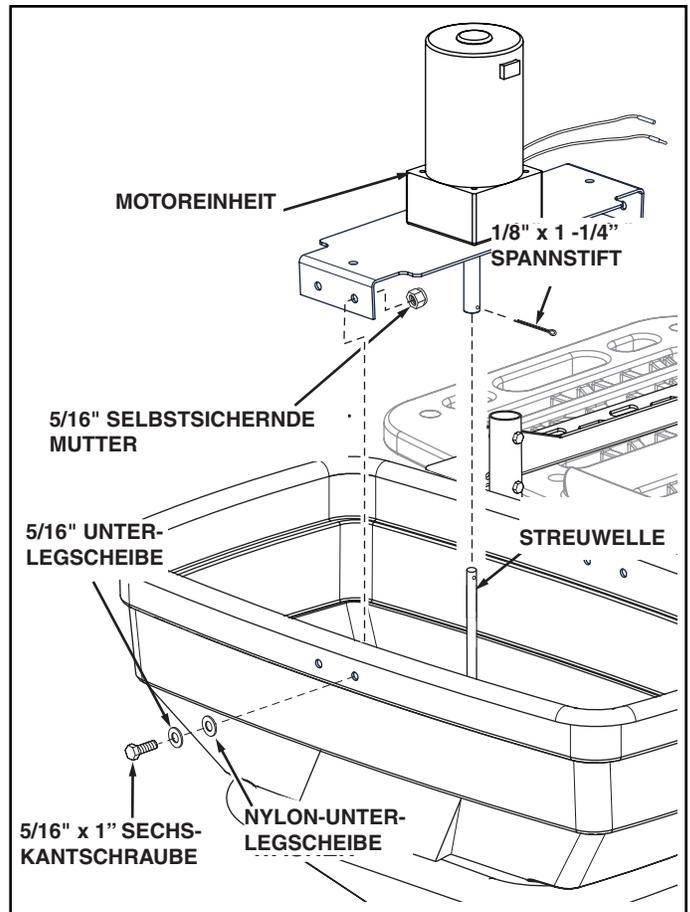

ABBILDUNG 11
15. Stellen Sie die Motoreinheit in den Trichter und führen Sie das Ende der Streuwelle in das Streuerverbindungsstück ein. Sichern Sie es mit einem 1/8" x 1-1/4" Spannstift, indem Sie die Enden des Keils um das Verbindungsstück spannen. Siehe Abbildung 11.
16. Befestigen Sie Motorträgerhalterung mit vier 5/16" x 1" Sechskantschrauben, 5/16" Unterlegscheiben, Nylon-Unterlegscheiben und 5/16" selbstsichernden Muttern am Trichter. Siehe Abbildung 11.